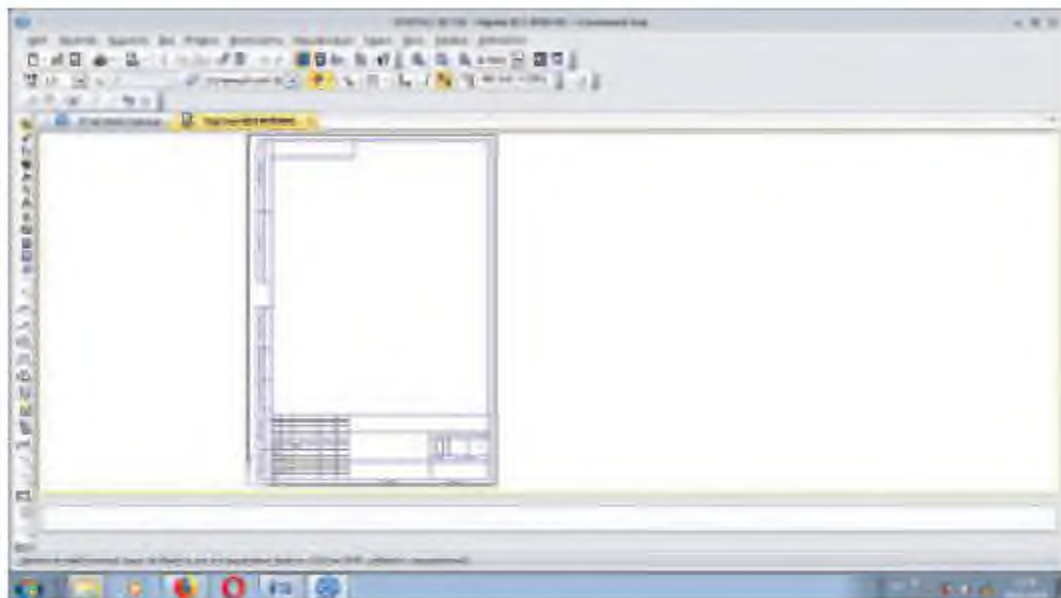

Рис. 15.2
1. На панели меню **Создать** создаем новый чертеж. Для этого выбираем вид документа **Чертеж** и для подтверждения выбора нажимаем **Enter**. На экране появится лист чертежа с рамкой (рис. 15.2).